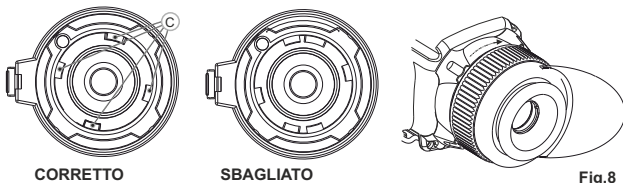

Fig.8
- Per montare l'oculare sull'unità, assicurarsi che i perni inferiori (C) dell'oculare corrispondano agli interstizi inferiori (Fig. 8). Inserire l'oculare nel corpo dell'unità e ruotare l'anello di bloccaggio (5) in senso orario.